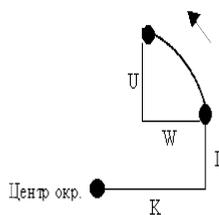

Рис.10.
**G2** - круговая интерполяция против часовой стрелки (рис.10).